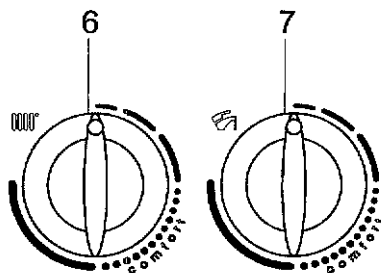

Fig. 22A
- 1) Turn the control knob 6 (figure 1) fully counter-clockwise to its minimum value as shown in figure 22A.
4.1) If there is no manual exit as described in point 4, after 5 minutes approx the "view parameters" function will be interrupted automatically. When automatic exit is tripped, the letter "d" will be displayed, alternating with the boiler flow temperature value. The display remains in this state until such time as the position of the knob 6 (figure 22A) is changed, or until the boiler is disconnected from the power supply.
4.1) Si la sortie manuelle décrite au point 4 n'est pas effectuée, la fonction "affichage paramètres" est interrompue automatiquement au bout de 5 minutes. Lorsque la sortie automatique a lieu, l'afficheur visualise la lettre "d" en alternance avec la valeur de la température d'amenée. Ce message reste affiché jusqu'à ce que l'on déplace la manette 6 (figure 22A) ou si l'on coupe l'alimentation électrique de la chaudière.